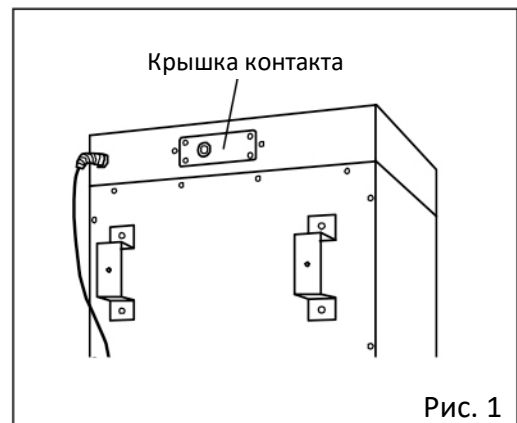

Рис. 1
1. Снимите крышку контакта в верхней задней части холодильника, открутив 4 винта (Рис. 1).